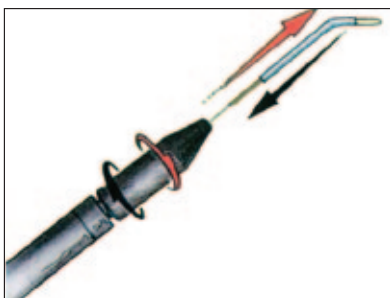

Рис. 45. Фиксация электрода в наконечнике
Убедитесь, что электрод установлен полностью, так, чтобы не было видно латунного стержня, затем поверните зажим наконечника по часовой стрелке до упора и зафиксируйте электрод. (Рис. 45)
3. Выберите игольчатый электрод для режима «Разрез» (См. Таблица 1. Быстрая справка об использовании электродов в различных режимах работы аппарата «Сургитрон», раздел VII.2) и зафиксируйте его в наконечнике-держателе (Рис. 45).
1. Вставьте шариковый электрод в наконечник (Рис. 45).